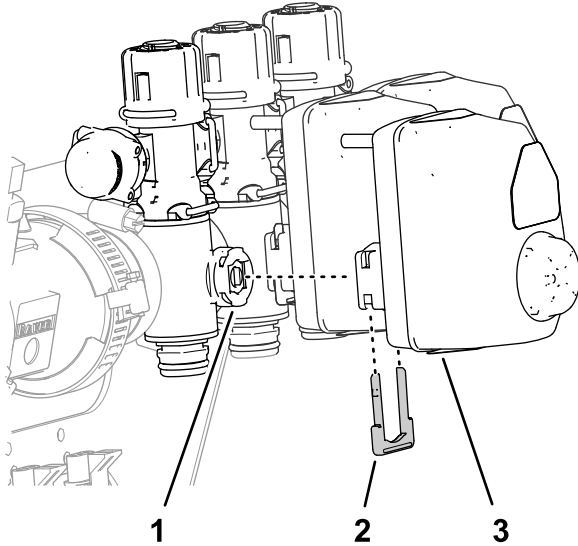

Figure 62
1. Retirez les 3 étriers qui fixent les 3 actionneurs aux vannes de section gauche, centrale et droite (Figure 62).
2. Déposez les actionneurs des vannes de section gauche, centrale et droite (Figure 62).
10. Assemblez les 3 actionneurs sur les vannes de section gauche, centrale et droite (Figure 62) avec l'étrier que vous avez retiré à l'opération 1.